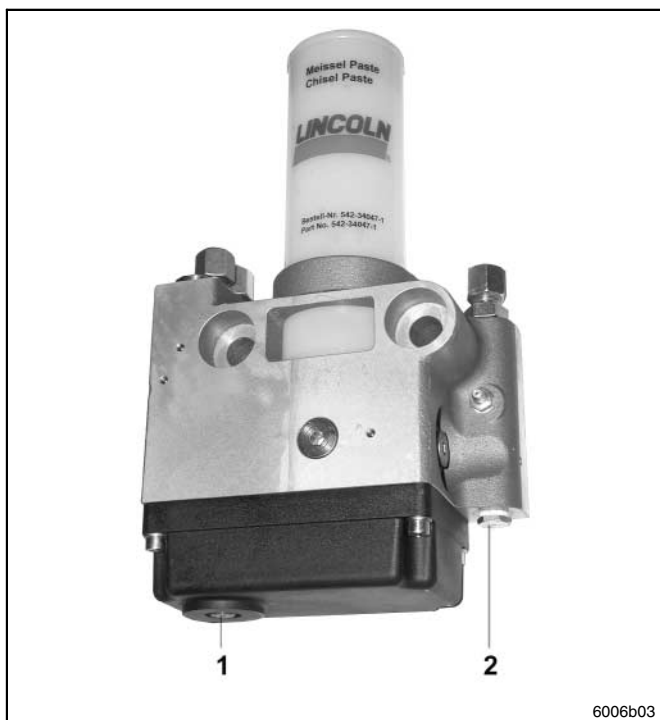

Fig. 4 Control de función
Una espiga de accionamiento colocada en el motor paso a paso pone el árbol de excéntrica (fig. 4, pos. 1) con la excéntrica en un movimiento rotatorio vía una rueda libre. Así se inicia el suministro de lubricante por el elemento de bombeo.
El árbol de excéntrica (pos. 1, fig. 4) en la cubierta del cuerpo sirve para el control de función. Si gira en el sentido de las agujas del reloj, es decir el elemento de bombeo transporta lubricante.
tegi da con una válvula limitadora de presión (fig.4, pos.2).